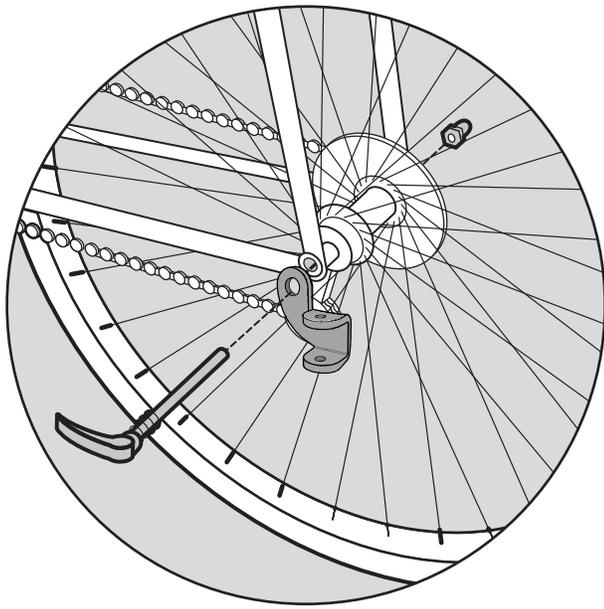

Figure 2
- 1. Installing the hitch to your bike:** Remove quick-release or nut from the left side of bike's rear wheel axle. Install hitch between quick-release or nut and frame (Figure 2). Tighten the quick-release or nut following manufacturer's recommendation. The hitch can remain on the bike when trailer is removed.
- 1. Installation de l'attelage sur votre vélo :** Retirez le levier de blocage rapide ou l'écrou du côté gauche de l'axe de la roue arrière du vélo. Installez l'attelage entre le levier de blocage rapide ou l'écrou et le cadre (Figure 2). Serrez le levier de blocage rapide ou l'écrou en suivant les recommandations du fabricant. L'attelage peut rester sur le vélo lorsque la remorque n'est pas accrochée.
- 1. Montage der Anhängerkupplung an Ihrem Fahrrad:** Entfernen Sie den Schnellverschluss oder die Mutter von der linken Seite der hinteren Radachse des Fahrrads. Montieren Sie die Anhängerkupplung zwischen dem Schnellverschluss oder der Mutter und dem Rahmen (Abbildung 2). Ziehen Sie den Schnellverschluss oder die Mutter gemäß den Empfehlungen des Herstellers fest. Die Anhängerkupplung kann am Fahrrad verbleiben, wenn der Anhänger entfernt wurde.